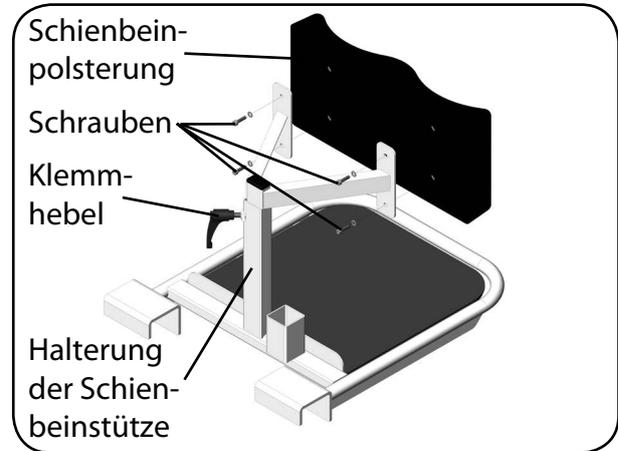

Abb. 6.3.01 - Schienbeinpolsterung abnehmen
1. Lösen Sie die vier Schrauben an der Schienbeinstütze und entfernen Sie die Schienbeinpolsterung von der Schienbeinstütze (Abbildung 6.3.01).